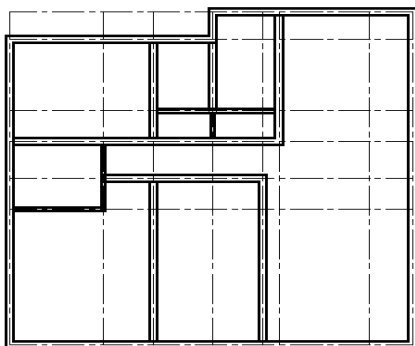

图 3-59
(8)单击【绘图】工具栏上的按钮，在命令行的指定起点或 [对正(J)/比例(S)/样式(ST)]: 提示下键入“S”并回车，在随后出现的提示输入多线比例 <1.00>: 输入样式比例为 0.5，然后按回车键，依次捕捉墙线各端点绘制出内墙为 120 厚的隔墙。所绘结果如图 3-59 所示。